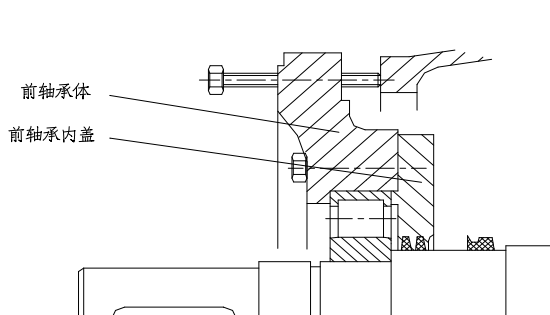

图 10 前轴承结构
2) 按图 10，利用前轴承体中的固定螺纹，用 4 支螺栓，均匀用力，顶出轴承、前轴承体和前轴承内盖。